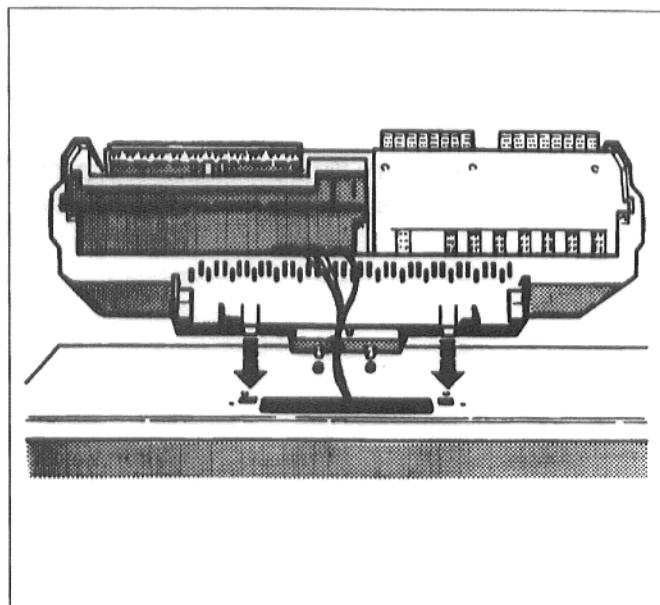

Fig. 15: Pose du tableau de commande
- Placer le tableau de commande sur le capot avant de manière à insérer les crochets du bas du tableau dans les trous oblongs (Fig. 15)
Engager les capillaires des sondes de température, et dans le cas d'une régulation " Ecomatic" le câble de la sonde de température d'eau de chaudière, dans l'ouverture du capot avant (Fig. 15)